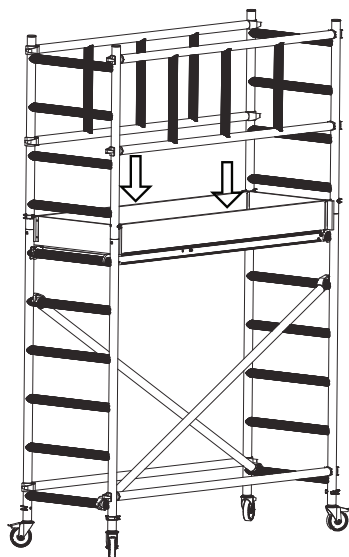

Rys. 15. Montaż bramek stabilizujących
8. Od wewnętrznej strony drabin nadstawki zamontować bramki stabilizujące (2 szt.). Należy sprawdzić prawidłowe napięcie zabezpieczeń haków (Rys. 15).